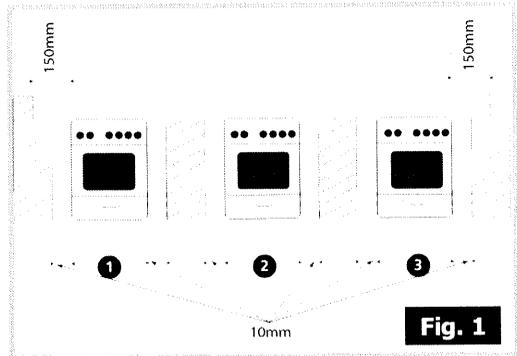

Fig. 1
Vous devez respecter les cotes d'encastrement suivantes (**fig.1 et 2**):
- ➔ Enfoncez un tournevis entre la tôle du capot et la trappe puis faites pivoter la trappe (**fig. 1**).